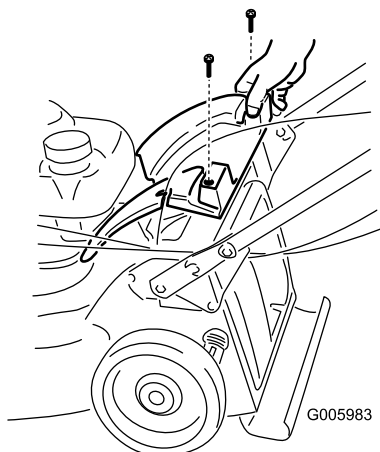

Figure 3
1. Retirez les deux vis de fixation du couvercle arrière et déposez ce dernier (Figure 3).